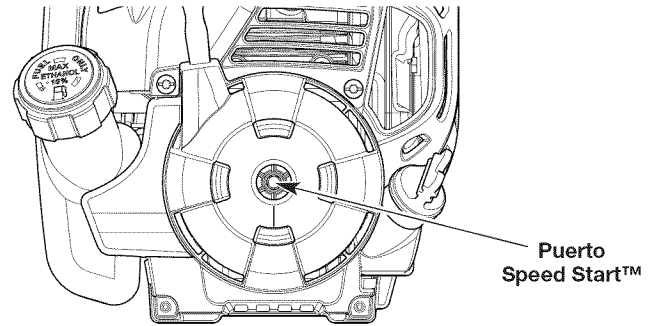

Fig. 12
5. Inserte el accesorio Speed Start™ en el puerto Speed Start™ (Fig. 12). Consulte la sección *Funcionamiento* del manual del operador del accesorio Speed Start™.